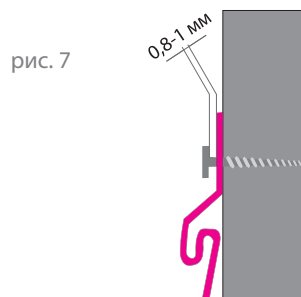

рис. 7
- ▷ Оставьте расстояние примерно 0,8-1 мм между нижним краем шляпки самореза и панелью (рис. 7);